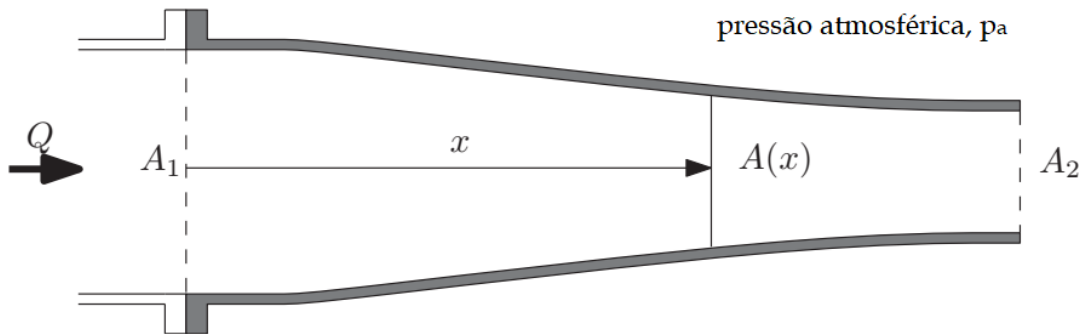

Figura 2: Bocal redutor
a) Fazendo uma rotação de coordenadas (ver figura 2)